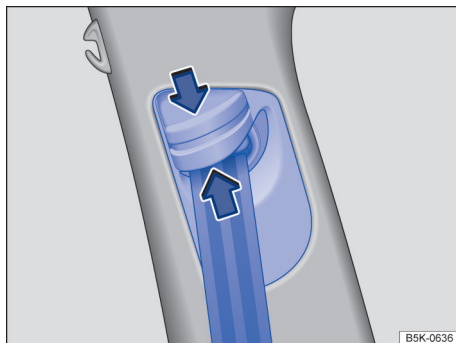

Fig. 42 Ao lado dos bancos dianteiros: regulagem de altura do cinto de segurança. ▶
- Pressionar o dispositivo regulador no sentido das setas e mantê-lo pressionado → Fig. 42.